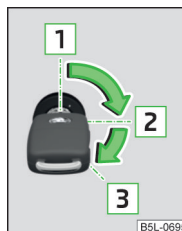

Fig. 105
- Durante la marcha con el motor parado, la llave de contacto ha de estar siempre en la posición **2** » fig. 105 de la página 127 (encendido conectado). Esta posición se indica por el encendido de algunos testigos en el cuadro de instrumentos.
- El motor de arranque sólo se debe accionar estando parados el motor y el vehículo. Si se acciona el motor de arranque con el motor en marcha **3** » fig. 105 de la página 127, puede resultar dañado el motor de arranque o el motor del vehículo.
Motores de gasolina » fig. 105
Motores diésel » fig. 105
Si la **dirección está bloqueada** y no se puede girar la llave de contacto hasta la posición  » fig. 105 o resulta muy difícil, se debe mover ligeramente el volante hacia los lados para liberar el bloqueo de la dirección.
- Conecte el encendido **2** » fig. 105 de la página 127.
Para el motor girando la llave de contacto a la posición **1** » fig. 105 de la página 127.